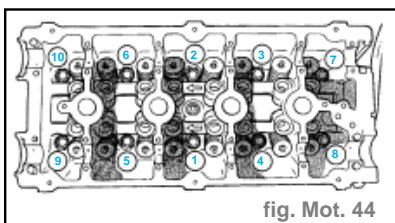

fig. Mot. 44
- Serrer les boulons de culasse dans l'ordre illustré (fig. Mot. 44). Utiliser la méthode de serrage en **4** étapes, en adoptant les valeurs suivantes :